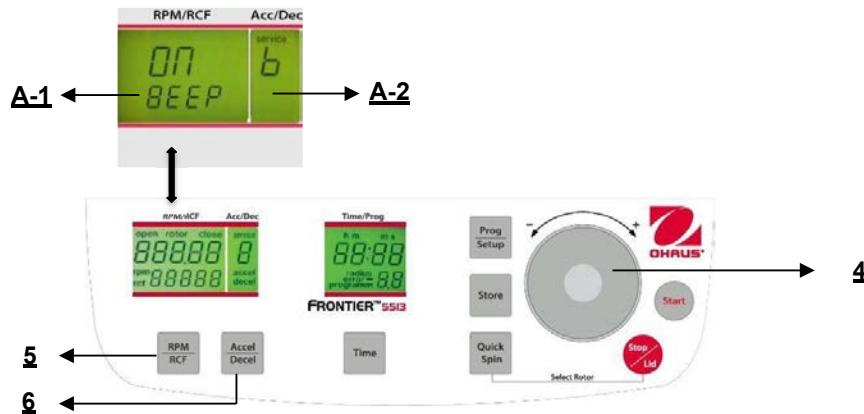

Abbildung. 30
Fahren Sie fort wie unter Punkt 4.1.2 beschrieben, um in den Programmmodus einzutreten und drücken Sie dann die Taste "Accel/Decel"(6). Auf der Anzeige blinkt "Acc/Dec" (A-2) das Wort "Service". Wählen Sie nun den Buchstaben "L" mit Hilfe des Anpassungs Wählachs (4). Als Ergebnis erscheinen die Worte "On Sound" auf der Anzeige "RPM/RCF" (A-1). Wenn Sie die Taste "RPM/RCF" (A-1) nun drücken, blinkt das Wort "On" und Sie können den Ton mit dem Anpassungs Wählachs (4) umschalten (siehe Abbildung 30).
Fahren Sie fort wie unter Punkt 4.1.2 beschrieben, um in den Programmmodus einzutreten und drücken Sie dann die Taste **"Accel/Decel"**(6). Auf der Anzeige **"Acc/Dec"** (A-2) blinkt das Wort **"Service"**. Wählen Sie nun den Buchstaben **"B"** mit Hilfe des Anpassungs Wählachscheibe (4). Als Ergebnis erscheinen auf der Anzeige **"RPM/RCF"** (A-1) die Worte **"ON/BEEP"**. Nach dem Drücken der Taste **"RPM/RCF"** (5) können Sie das Tastaturgeräusch mit dem Anpassungs Wählachscheibe (4) ein- (On) oder ausschalten (Off). (Siehe Abbildung 30).